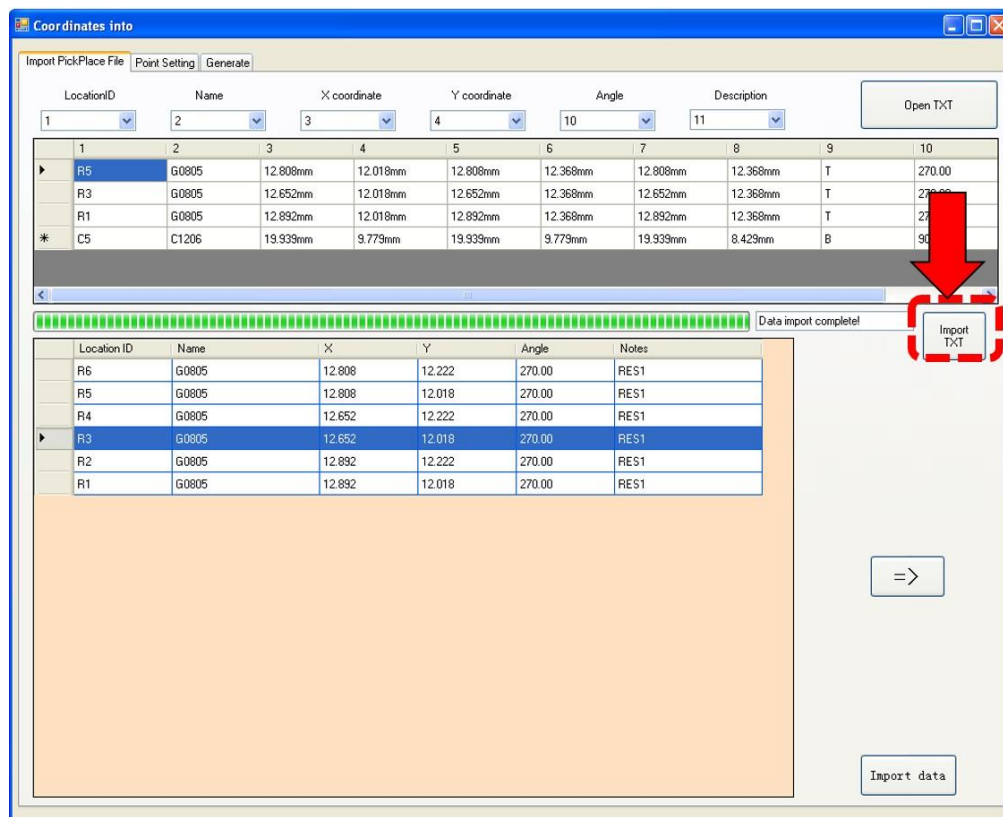

Figura 37. Señalización del botón **import txt** en la ventana.
8. Pulse el botón **Import TXT** que se muestra en la figura 37.